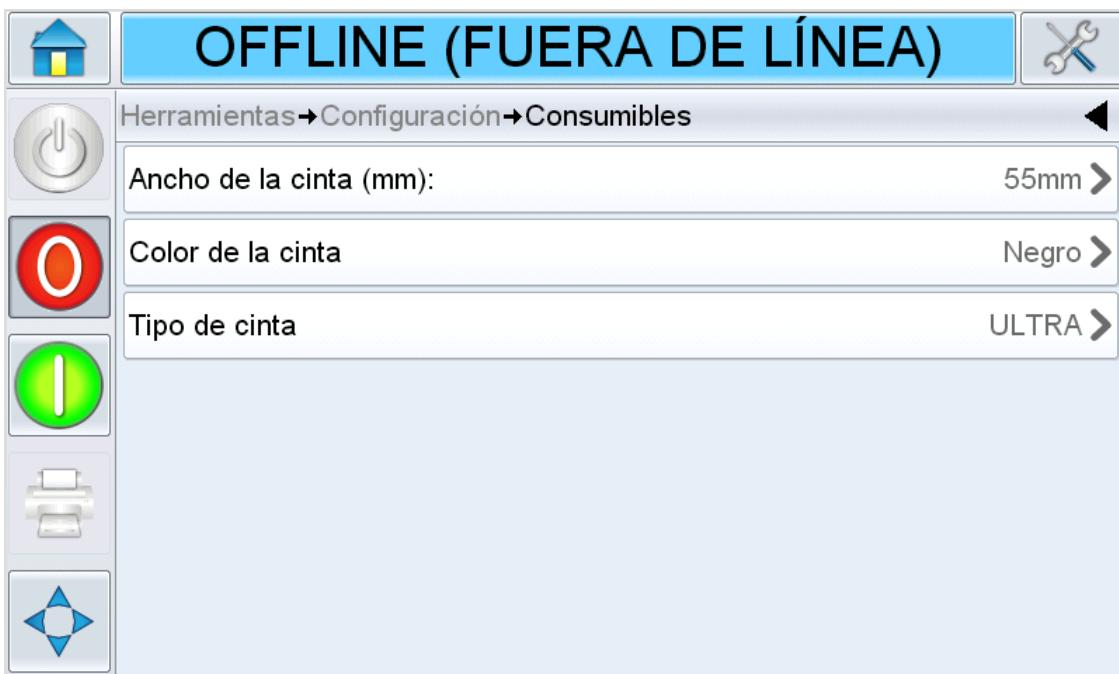

Figura 4-16: Parámetros de cinta de la impresora
- Vaya a *Tools (Herramientas) > Setup (Configuración) > Consumables (Consumibles) > Ribbon Width (Ancho de cinta)* (consulte Figura 4-16).
1. Vaya a *Tools (Herramientas)* > *Setup (Configuración)* > *Consumables (Consumibles)* > *Ribbon Colour (Color de cinta)* tal como se muestra en Figura 4-16 en la página 4-13.